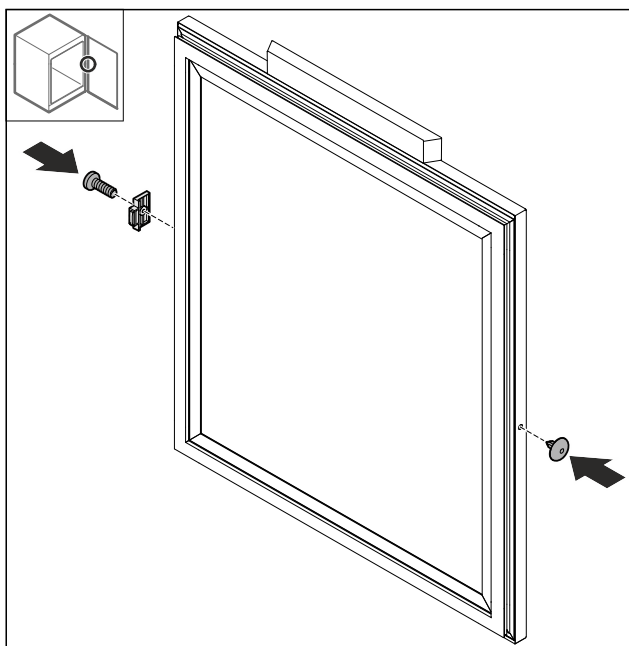

Fig. 16
- Dvevní zarážka otočená Fig. 16 (1) 180° namontujte na protilehlé straně.
- Nasad'te kryt Fig. 16 (2) na protilehlé straně.